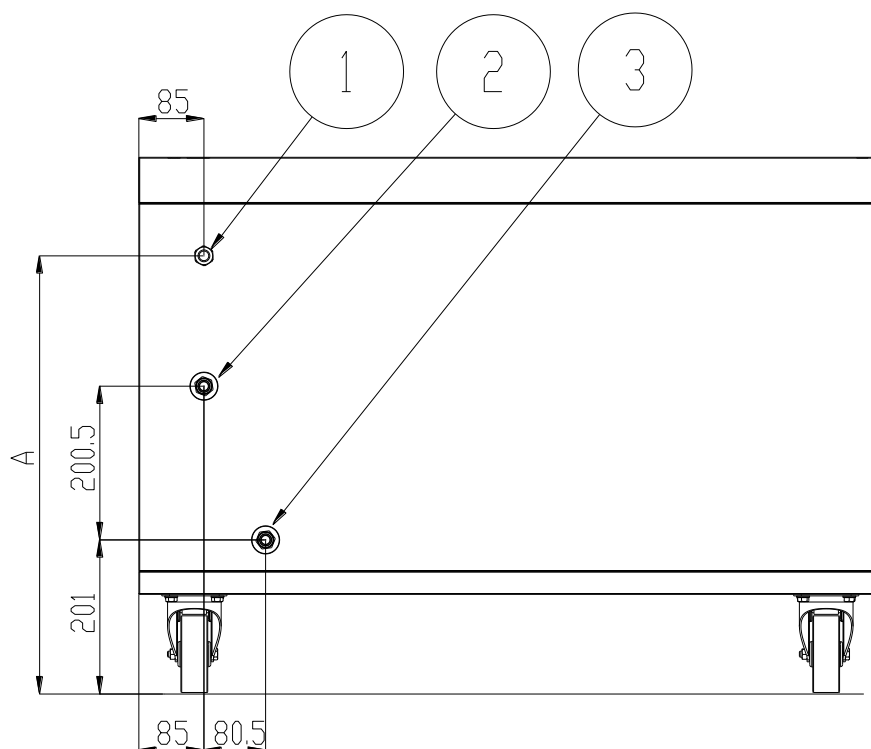

Fig. 4.1 Posiciones de las conexiones
Para la conexión eléctrica, tomar como referencia la Fig. 4.1 en la cual se evidencia la posición del ingreso eléctrico (1).
Para la posición exacta del ingreso y descarga agua, ver Fig. 4.1.